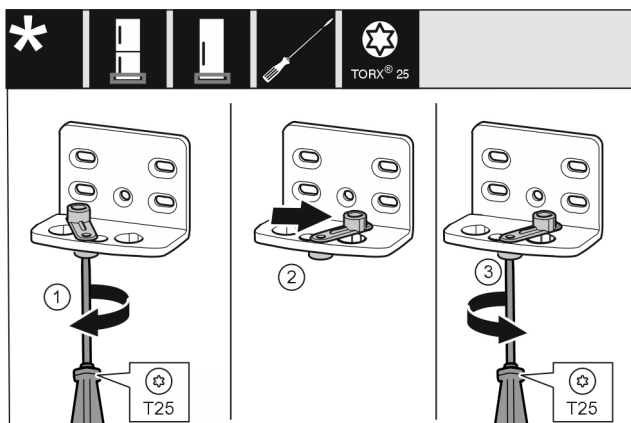

Fig. 15
- ▶ Visser la vis sans serrer avec un tournevis T25. Fig. 15 (1)
- ▶ Soulever le ressort de fermeture et le tourner de 90° à droite dans l'alésage. Fig. 15 (2)
- ▶ Serrer la vis avec un tournevis T25. Fig. 15 (3)